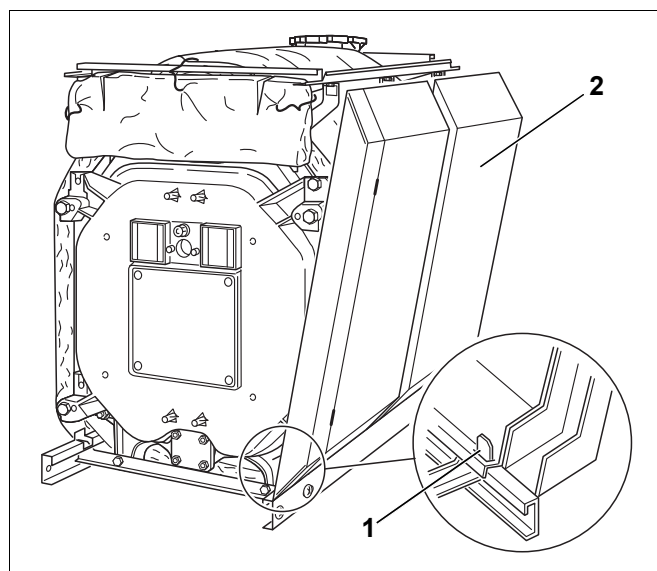

Рис. 50 Установка боковых стенок
- ▶ Передние боковые стенки (рис. 50, [2]) с левой и правой стороны котла наденьте внизу на выгнутые язычки цокольных планок (рис. 50, [1]) и затем задвиньте их сверху на отбортовку продольных планок.